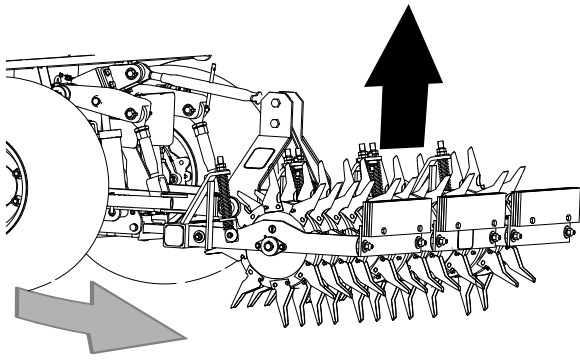

Figura 24
4. Eleve el aireador al final de la pasada antes de girar (Figura 24).